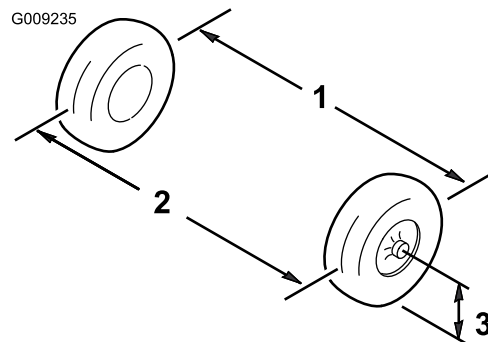

Figure 44
6. Mesurez la distance entre les roues avant à hauteur d'essieu, à l'avant et à l'arrière des roues (Figure 44).